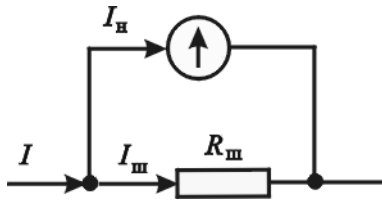

Рис. 3.1
Пусть сопротивление шунта $R_{ш}$ (рис. 3.1), а внутреннее сопротивление измерительного прибора — r .
Из рис. 3.1 видно, что $I = I_n + I_{ш}$. Так как $I_n r = I_{ш} R_{ш}$, то:
4. При включении амперметра с шунтом в цепь подводящие провода можно присоединить непосредственно к клеммам измерительного прибора или к шунту (точки *A* и *B*, рис. 3.1). Какое включение предпочтительнее? Почему?